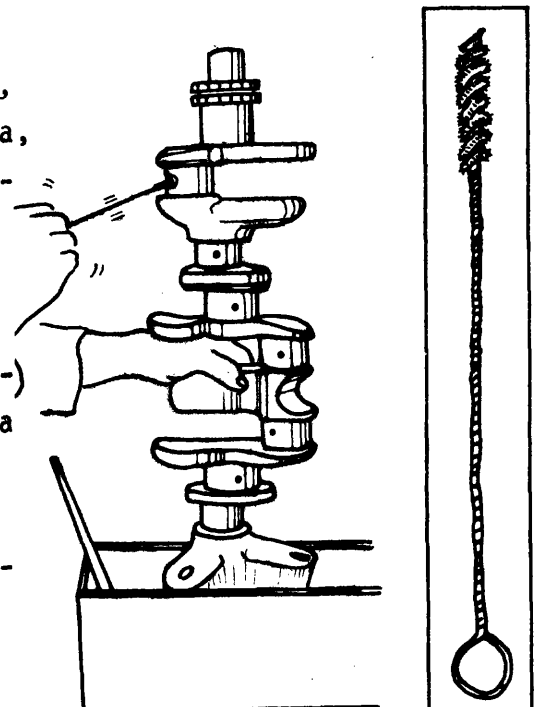

Fig. 1
- 1) Limpie los conductos interiores del eje cigüeñal con una baqueta (fig. 1).